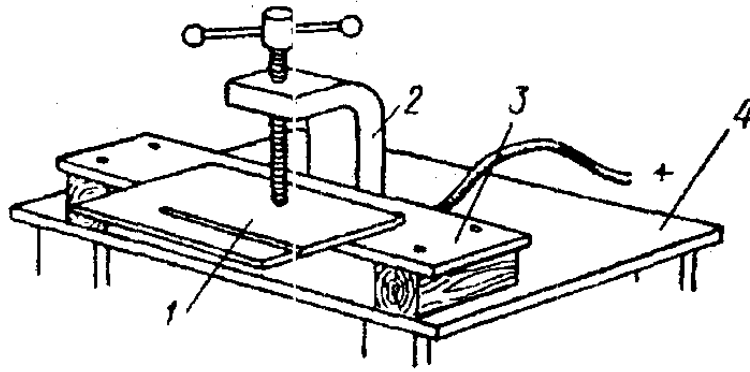

Рис. 3.4. Размещение пластин для резки:
5. Закрепить пластину струбциной к подставке (рис. 3.4).